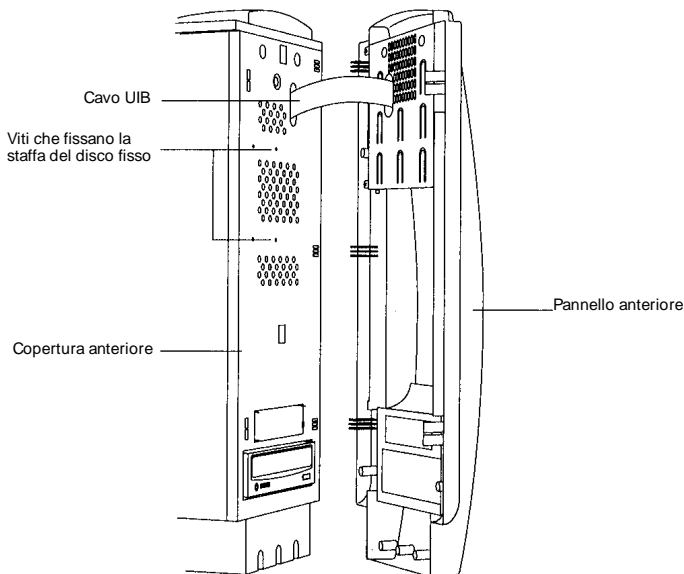

Figura 4-26 Rimozione delle viti che fissano la staffa del disco fisso sulla copertura anteriore
3. Con il pannello anteriore rimosso, reinserire le due viti che fissano la staffa del disco fisso sul lato anteriore della copertura (vedere Figura 4-26 a pag. 4-41).